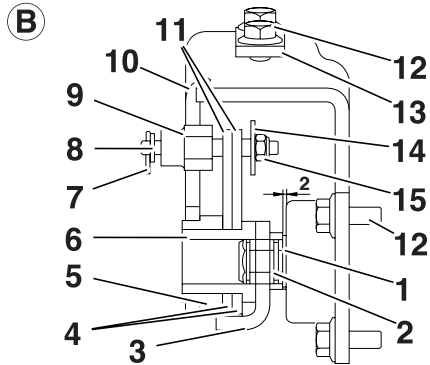

Abb. 6
Abbildung 6 (B) ist nur gültig für Anhängerkupplungen des Typs 400 und 430 ab **technischen Stand C** sowie für Anhängerkupplungen des Typs 500 und 530 mit **technischen Stand 0, 1 und 2**.
Vor dem Einsetzen des Mitnehmerhebels (1) muss eine eventuell vorhandene Distanzscheibe abgenommen und die dem technischen Stand entsprechenden Distanzscheiben eingesetzt werden (siehe Abb. 6 und 7).
Betrifft nur Anhängerkupplungen der **Ausführung B** (siehe Abb. 6).